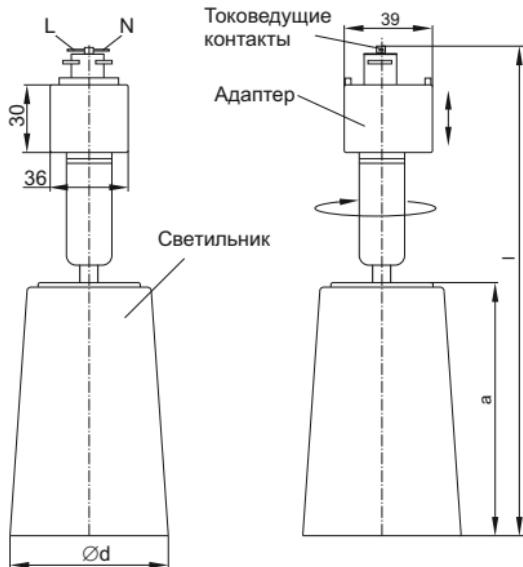

Рисунок 2
- потянуть вниз до упора подпружиненный корпус адаптера светильника ДТО 1401–1403 (рисунок 2). Не отпуская корпус адаптера вставить его в шинопровод и повернуть вокруг оси на 90°. Зафиксировать светильник отпустив подпружиненный корпус адаптера.